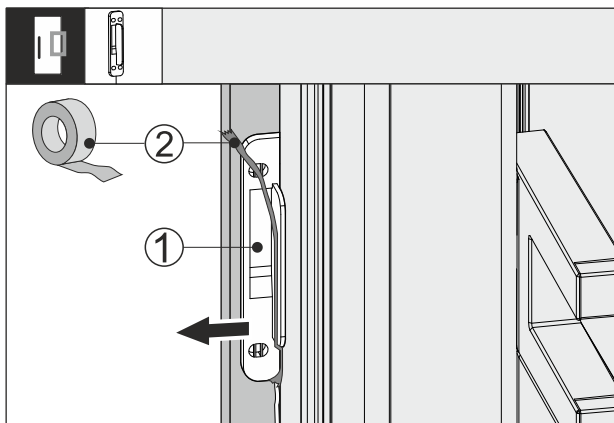

Fig. 64
- ▶ Снимите клейкую ленту Fig. 64 (2) с датчика стука Fig. 64 (1).